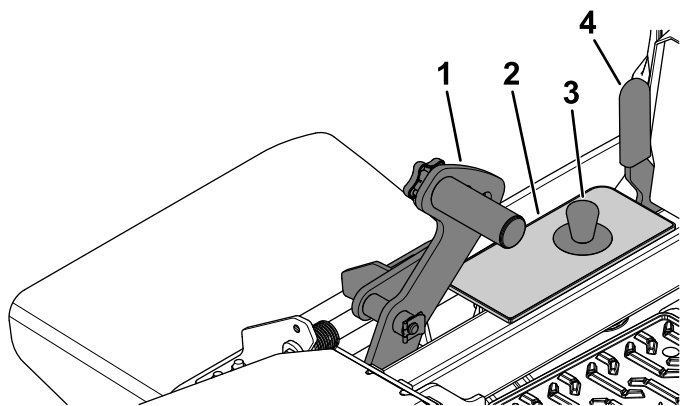

Рисунок 29
1. Нажмите педаль подъема деки до упора вперед, чтобы заблокировать деку газонокосилки в ТРАНСПОРТНОМ положении (также соответствующем положению высоты скашивания 140 мм), как показано на Рисунок 29.
2. Для регулировки положения извлеките штифт из кронштейна регулировки высоты скашивания (Рисунок 29).
3. Выберите отверстие в кронштейне высоты скашивания, соответствующее требуемой высоте скашивания, и вставьте штифт (Рисунок 29).